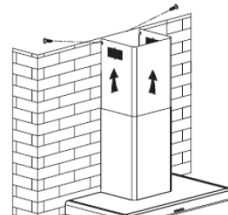

Abb. 14
– Heben Sie den Außenkamin bis zur Decke und befestigen Sie ihn mit den Schrauben an der Lasche. (Abb. 14).
- Heben Sie den Außenkamin bis zur Decke und befestigen Sie ihn mit den 2 Schrauben an der Lasche (Abb. 14).